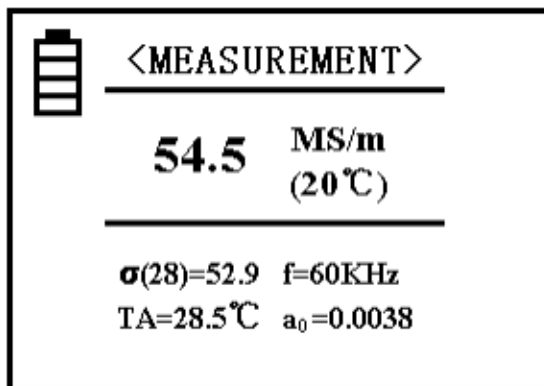

Bild 2
Wenn Sie die Taste "MEAS" drücken, gelangen Sie sowohl aus dem Willkommensbildschirm, als auch aus dem Kalibrieremenü und der Einstellungsoberfläche direkt zur Messung (*Bild 2*).
- Die Anzeige im oberen Bereich des Displays (vgl. "Messung"/"Measurement" (Bild 2)) zeigt, in welchem Modus Sie sich aktuell befinden.